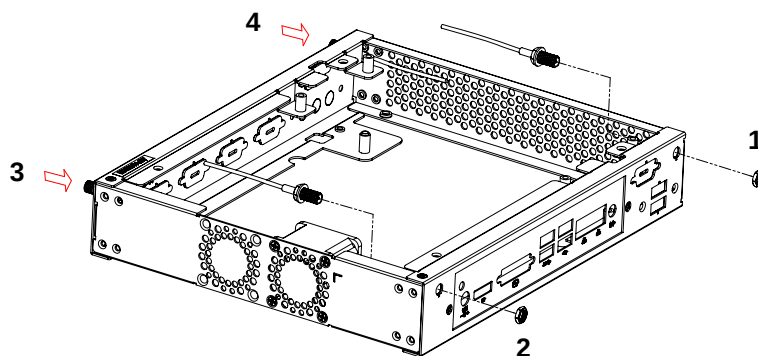

Figure 2.3 Assemble Antenna Cable/ 組裝天線接口線 / 組裝天線接頭連接線
- Figure 2.3 Assemble Antenna Cable/ 組裝天線接口线 / 組裝天線接頭連接線 7